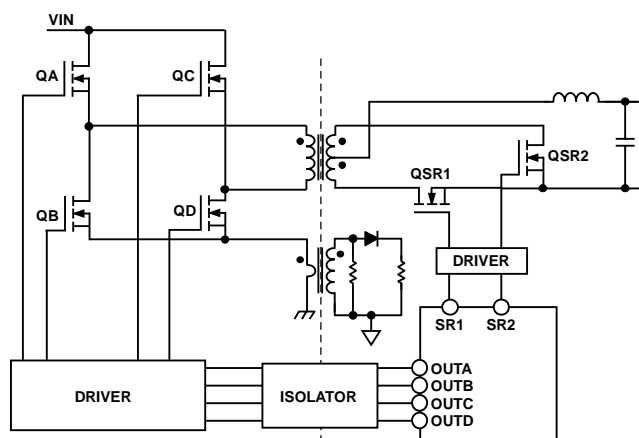
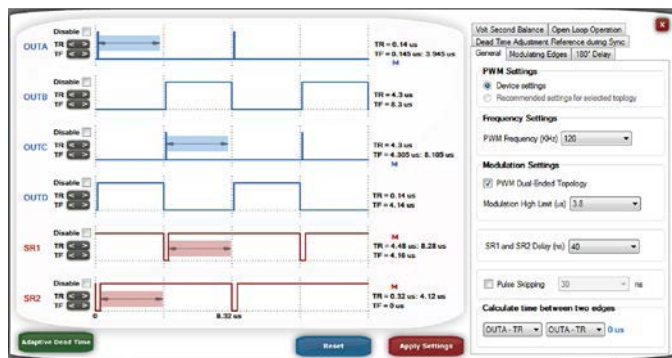

图12. 采用同步整流的零电压切换全桥拓扑的PWM分配
图13. 采用同步整流的零电压切换全桥拓扑的PWM设置，使用ADP1051 GUI
PWM输出用于控制原边驱动器和同步整流器驱动器。它们可用于多种拓扑，如硬开关全桥、零电压开关全桥、移相全桥、半桥、推挽、双开关正激、有源箝位正激、交错降压等。上升沿和下降沿之间的延迟可单独编程。在设置PWM时应特别小心，避免直通和交叉共通。建议使用ADP1051 GUI软件对这些输出进行编程。图12显示采用同步整流驱动零电压切换全桥拓扑的示例配置。QA、QB、QC、QD、QSR1和QSR2开关由PWM输出(OUTA、OUTB、OUTC、OUTD、SR1和SR2)分别驱动。图13显示图12所示电源级的PWM设置示例。
- 在具有图12所示功率级的硬开关全桥拓扑中，如果QA至QD分别由OUTA至OUTD驱动，则在正常模式下，应将SR1输出设置为与OUTB和OUTC互补，将SR2输出设置为与OUTA和OUTD互补，如图16所示。这种情况下，OUTA至OUTD输出均被调制。
- 在具有图12所示功率级和图13所示PWM设置的零电压开关全桥拓扑中，正常模式下，SR1与OUTC互补，SR2与OUTA互补。轻载模式下，SR1与OUTA同相，SR2与OUTC同相。